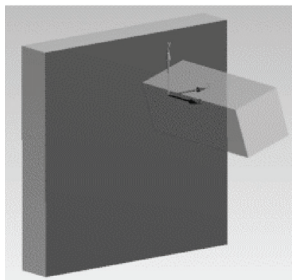

图 16-7 平面连接
- Planar Joint——平面连接，限制 UZ, ROTX, ROTY，如图 16-7 所示。